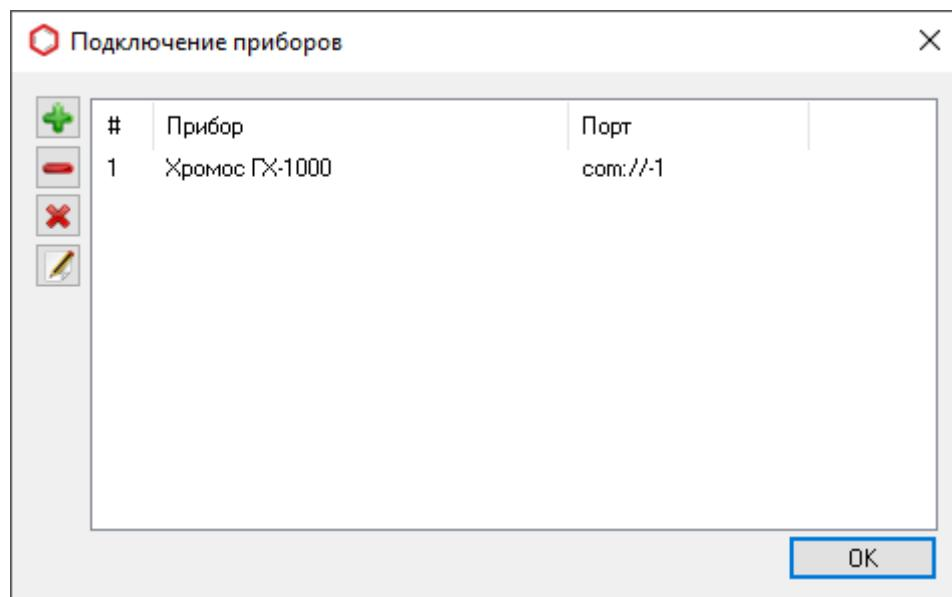

Рис. 104: Окно «Подключение приборов»
5. В ПО «Хромос», в меню *Приборы* выберите **Подключение...**. Откроется окно *Подключение приборов* (Рис. 104):